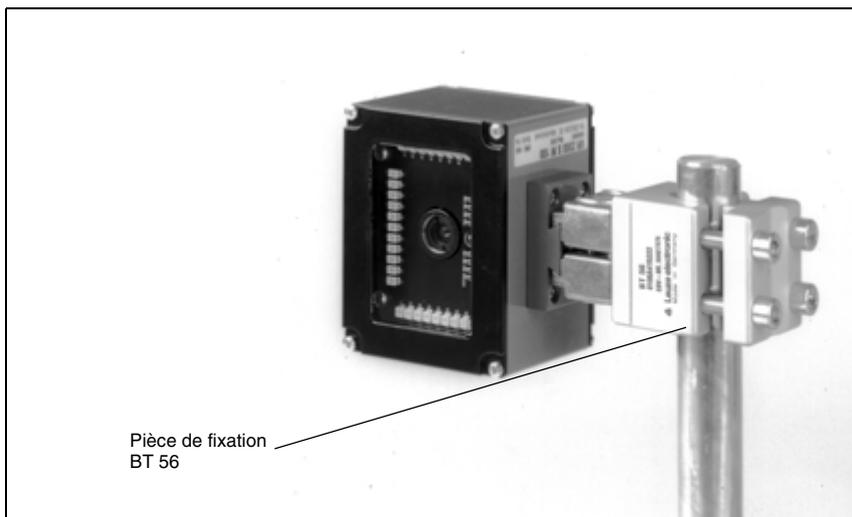

Figure 6.2 : Exemple de fixation VR 2300
- à l'aide des encoches en queue d'aronde en utilisant l'accessoire de montage approprié (voir figure 6.2)